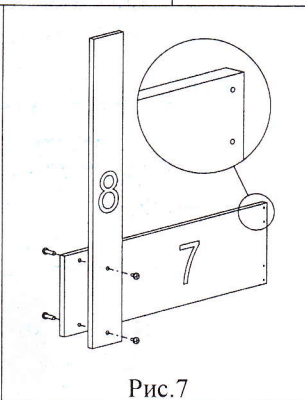

Рис. 7
7. Соединить детали №7 и №8 межсекционной стяжкой (см. рис. 7).